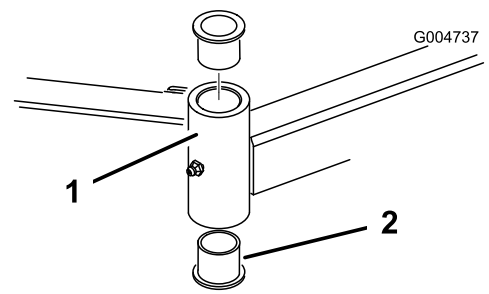

図 97
- ピンポンチを使って、チューブの上または下からブッシュをたたき出す(図 97)。他のブッシュも、同様にしてチューブから取り外す。チューブの内部をきれいに清掃する。